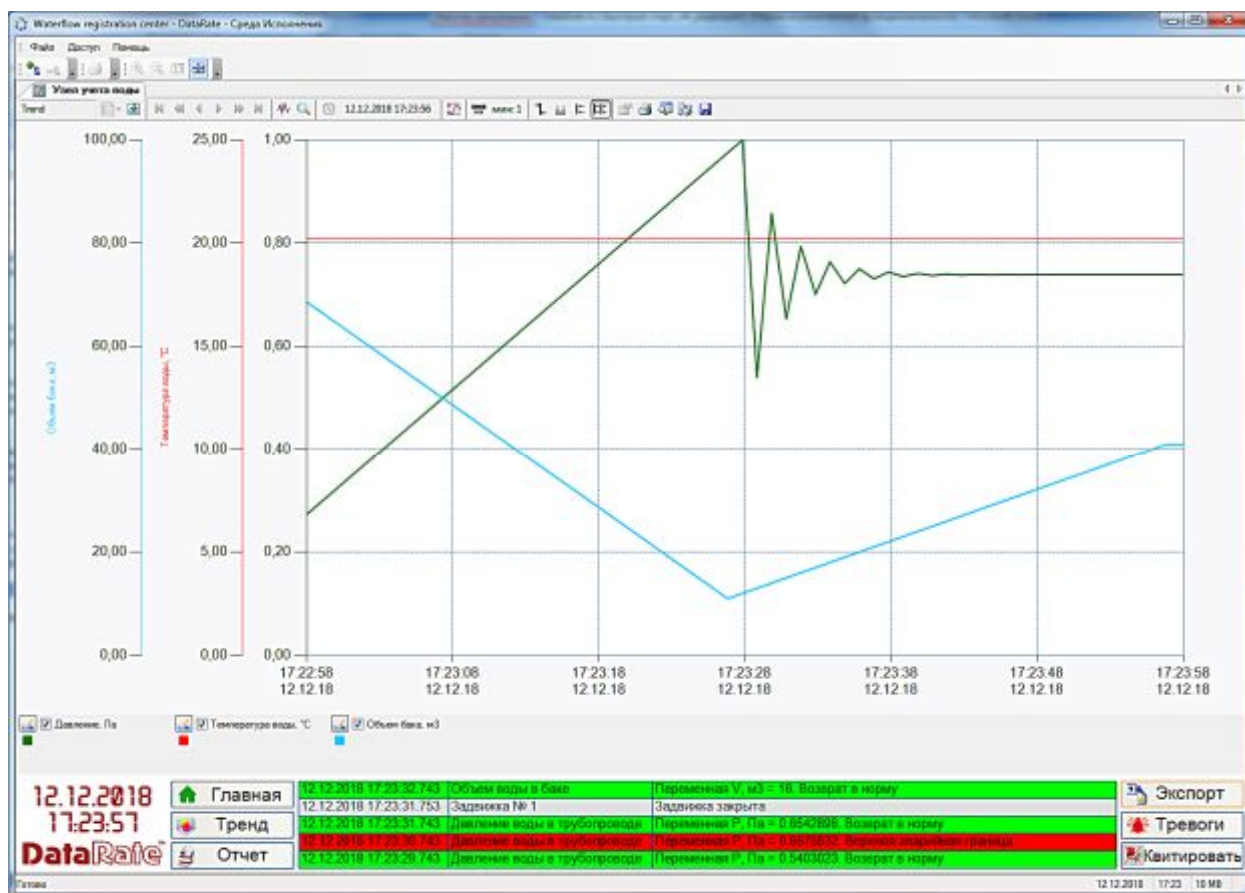

Рисунок 3.7 – Среда исполнения. Тренд значений параметров
- 4 Щелчком по кнопке **Аналитический тренд** вызовите окно трендов. Измените состояние насоса и/или задвижки и убедитесь, что тренды параметров изменяются в соответствие с ее состоянием (рисунок 3.7)